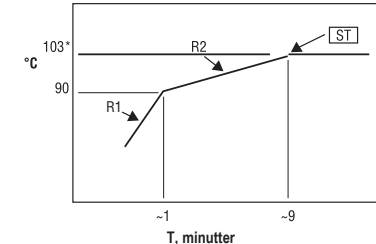

Fig. 1: Standardalgoritme for UniBlate
- Standardindstillingen af RF-temperatur er 103 °C. Hvis den indstillede temperatur modificeres, ændres slutpunktet på den første rampe, som vist i fig. 1, med det antal grader temperaturindstillingen ændres i forhold til standardindstillingen, dvs. ved en indstilling på 100 °C falder slutpunktet på den første rampe fra 90 °C til 87 °C.